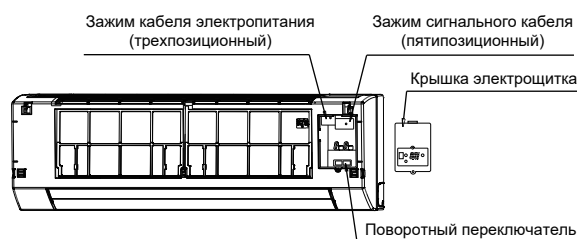

Рисунок 7-2
- 2 Присоедините по отдельности кабель электропитания и сигнальный кабель, установите поворотный переключатель в требуемое положение (см. Рисунок 7-2).